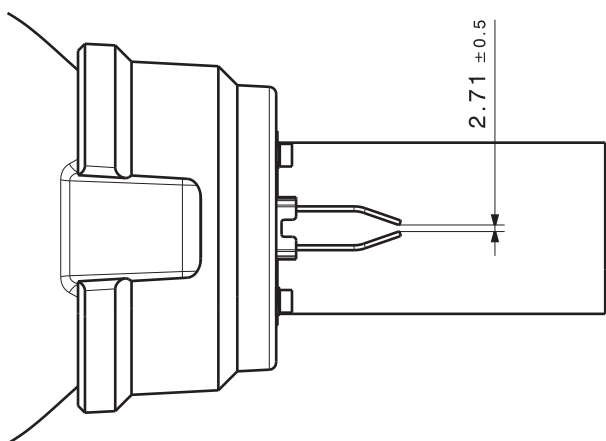

Fig. 505 Distance entre les électrodes d'allumage
3. Vérifier la distance entre les pointes des électrodes (voir Fig. 505).